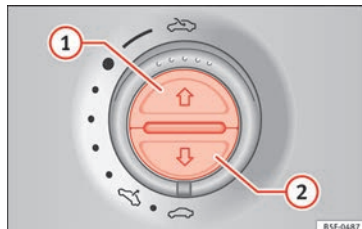

Abb. 139 Im Dachhimmel: Tasten für Sonnenschutzrollo.
Ganz öffnen (Automatiklauf):	Taste »» Abb. 139 ① kurz drücken.
Automatiklauf stoppen:	Taste »» Abb. 139 ① oder »» Abb. 139 ② kurz drücken.
Zwischenposition einstellen:	Taste »» Abb. 139 ① oder »» Abb. 139 ② gedrückt halten, bis die Position erreicht ist.
Ganz schließen (Automatiklauf):	Taste »» Abb. 139 ② kurz drücken.
- *Sonnenschutzrollo*: Innerhalb von 5 Sekunden nach dem Auslösen der Kraftbegrenzung die Taste » **Abb. 139**  so lange drücken, bis das Sonnenschutzrollo vollständig geschlossen ist.